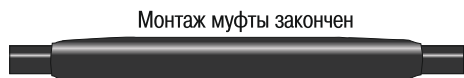

Рисунок 17
4.45 Дать муфте остыть до температуры окружающей среды, прежде чем подвергать её механическим воздействиям (рисунок 17).